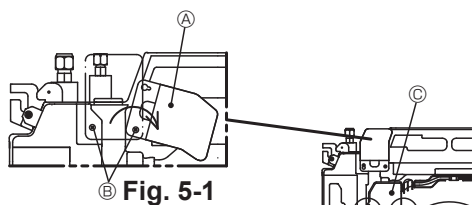

Fig. 5-1
1. Desserrez les deux vis fixant le panneau de service du câblage électrique au niveau de l'entrée de câble (câble d'alimentation) puis tournez le panneau dans la position indiquée sur le diagramme. (Fig. 5-1)